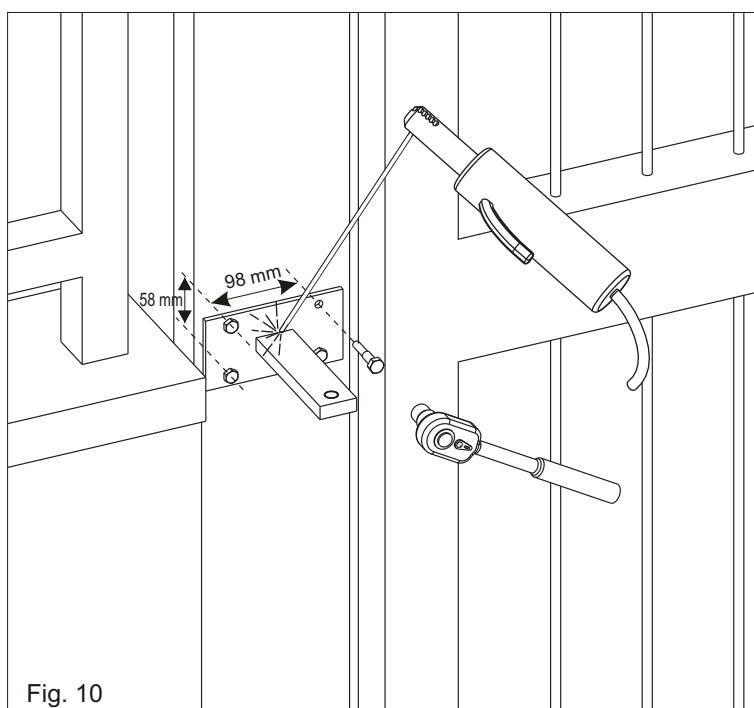
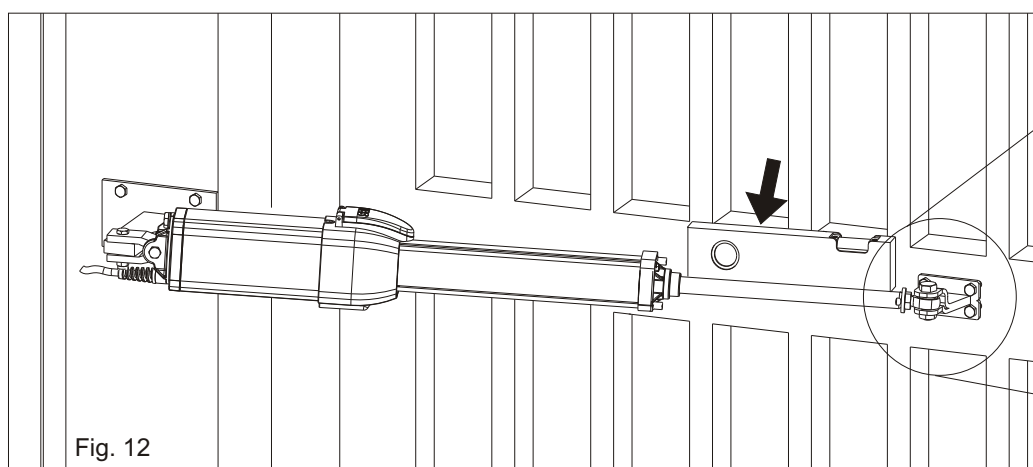

Fig. 10
Fig. 12
Selon le type d'ouverture (intérieure ou extérieure) et la rotation maxie du vantail choisie (voir pag.35), il faut couper (en avant) la bride en respectant le quota "a" de pag. 35 et après souder comme dans fig. 10.
Le support doit être positionné de façon que l'opérateur est parfaitement horizontal (Fig. 10 ,Fig.12).
- 4) Positionner l'opérateur de façon parfaitement horizontal donc marquer la position de l'attaque antérieur (Fig. 12)